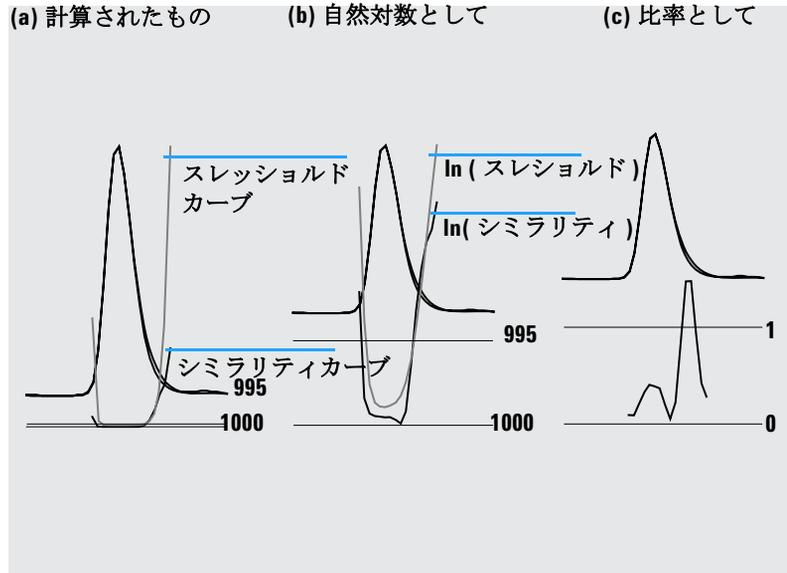

図 10 スレッシュホールドカーブおよびシミラリティカーブ
- 1 いずれの変換もなし、37 ページの 図 10 \(a\) を参照してください。
- 2 自然対数として、 \ln 、グラフ下部のピーク頂点の詳細の利点と共に、37 ページの 図 10 \(b\) を参照してください。
- 3 比率として: 比率 = $\frac{1000 - \text{シミュリティ}}{1000 - \text{スレッシュホールド}}$ 、37 ページの 図 10 \(c\) を参照してください。